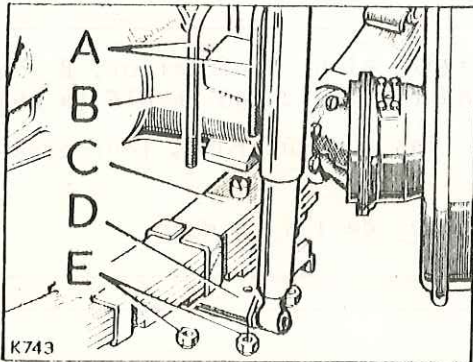

Fig. F-48 Bridas de la ballesta
- 1.6. Desmontar las cuatro bridas, A (Fig. F-48) sujetas por las tuercas, E.
- 2.3. Instalar las bridas y las placas-fiador (Fig. F-48) apretando las tuercas a un par de 7 mkg.